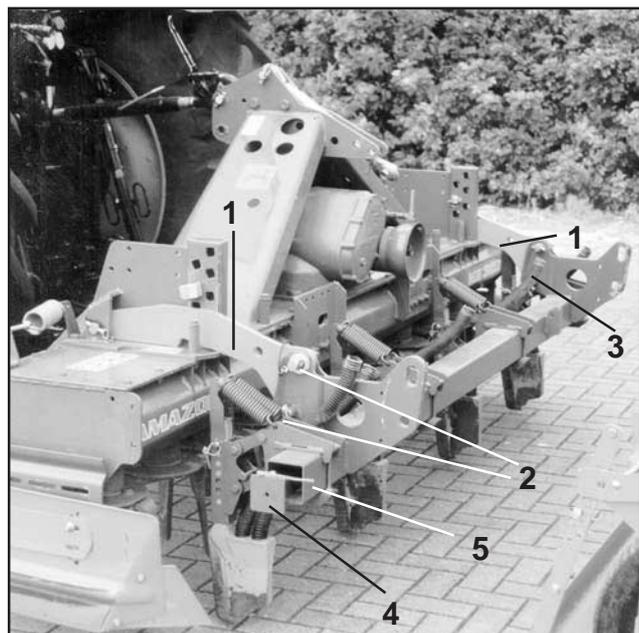

Рис. 6.6
6.2.1 Соединение почвообрабатывающей машины с рамой тукового сошника (Рис. 6.6)